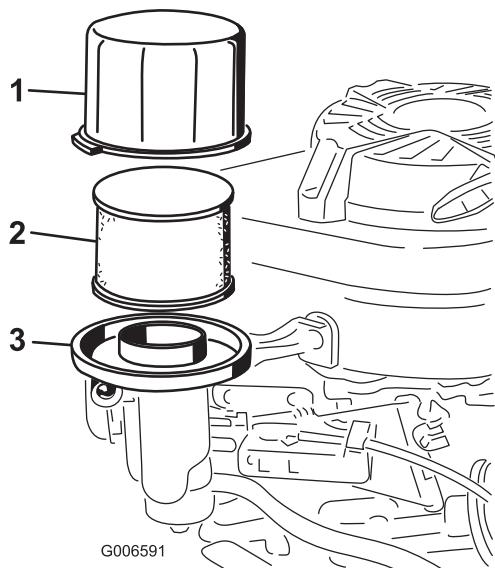

Bild 22
3. Entfernen Sie die Abdeckung und reinigen Sie sie gründlich (Bild 22).
4. Entfernen Sie Schaumvorfilter und den Papierfilter (Bild 22).
5. Nehmen Sie den Schaumvorfilter aus dem Papierfilter (Bild 22) und tauschen ihn aus, wenn er zu stark verschmutzt ist.
6. Kippen Sie die Maschine (Luftfilter nach oben), damit das Öl in die Auffangwanne abläuft (Bild 22).